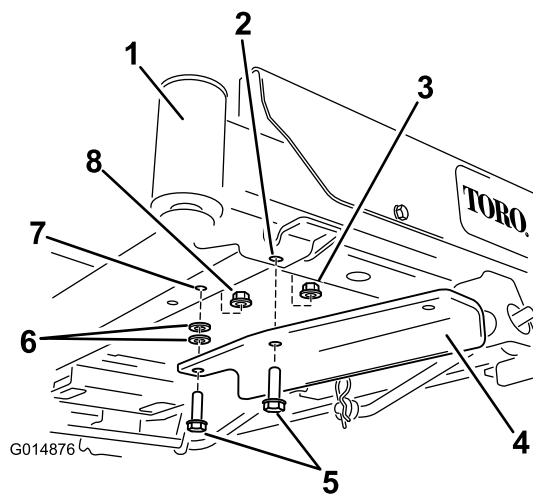

Figura 6
- Para máquinas sem pedal de ajuda à elevação, prenda o suporte utilizando dois parafusos ($\frac{3}{8}$ x $1\frac{1}{4}$ pol.), duas anilhas e duas porcas de bloqueio ($\frac{3}{8}$ pol.) (Figura 6).